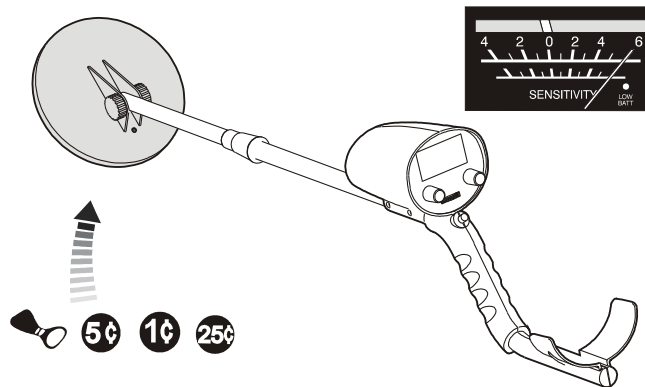

Fig. 12
- Før andre, ikke-jernholdige, metaller hen i nærheden af søgehovedet, hvorefter viseren vil bevæge sig mod højre, og lyden tiltage i styrke. (Fig. 12).